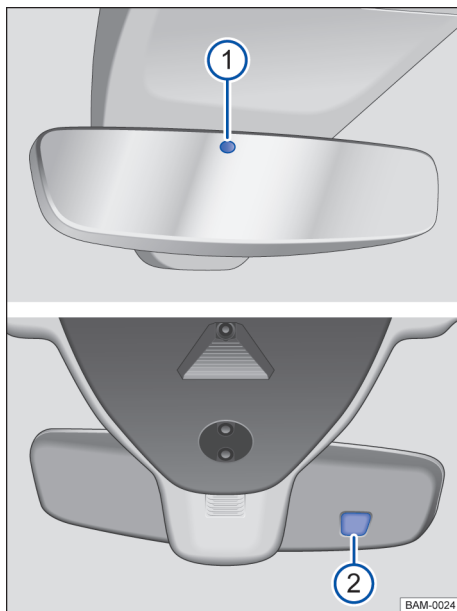

Fig. 87 No para-brisa: espelho retrovisor interno com antiofuscante automático.
- ◀ Com a ignição ligada, os sensores medem a incidência traseira → Fig. 87 ① e dianteira ② da luz. Dependendo dos valores medidos, o espelho interno tem efeito ofuscante *automaticamente*. ▶